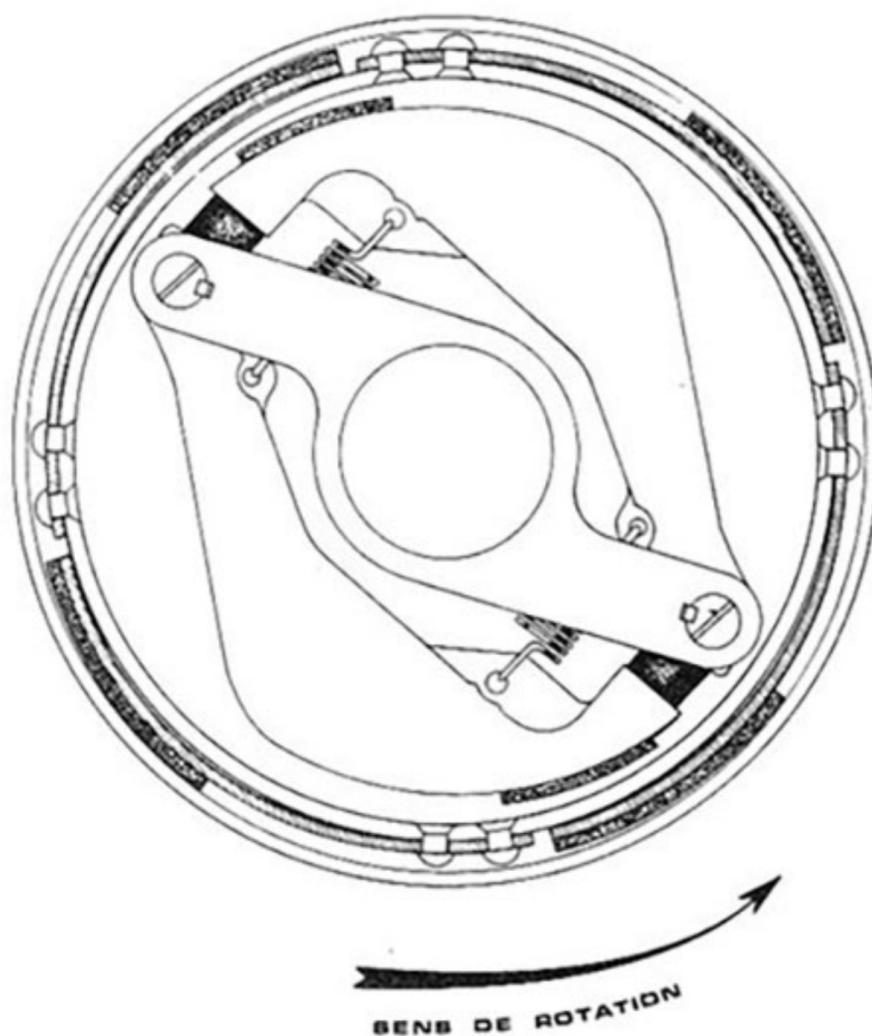

FIGURE 29
- Déposer les masselottes en les faisant glisser verticalement sur leur axe (repérer le sens de montage (Fig. 29)).